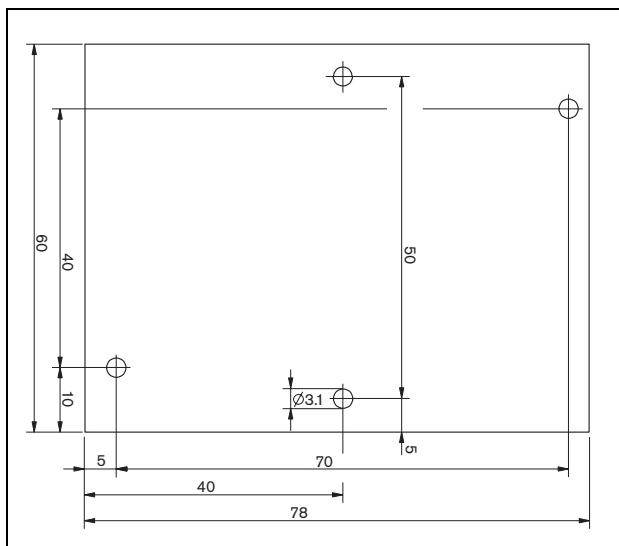

Abb. 12.5: Abmessungen
Zur Installation des Platine in einem Kasten zum Beispiel, sind die Universalmontagekonsolen (LBB4446/00) zu verwenden. Befestigen Sie die Platine mit den mittleren Löchern an der Konsole (siehe Abb. 12.5).
- 2 Verwenden Sie die Löcher in der Platine (siehe Abb. 12.5), um sie in einen Lautsprecher einzubauen. Die Spulen auf der Supervision-Slave-Platine müssen einen Abstand von 30 mm oder mehr vom Lautsprechermagneten und einen Abstand von 50 mm oder mehr vom Lautsprecher-Transformator einhalten, da der ordnungsgemäße Betrieb der Platine ansonsten durch die Magnetfelder beeinträchtigt werden kann.